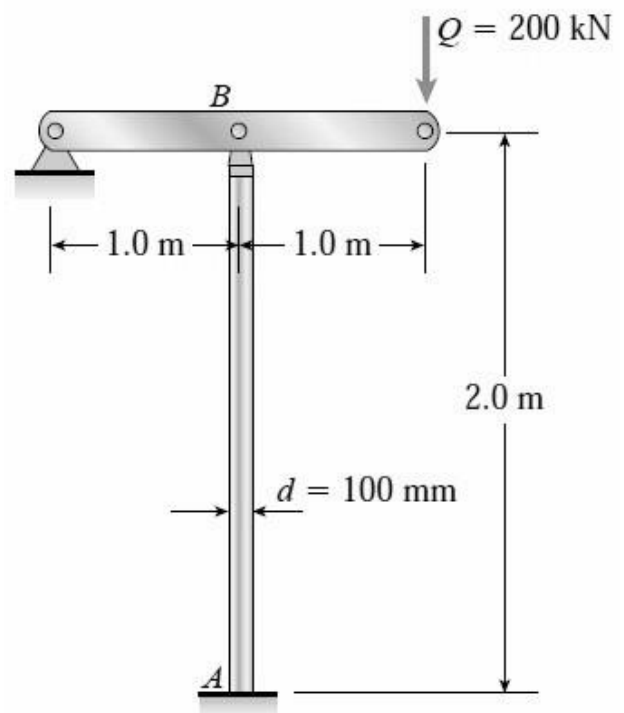

Figura 6.5
6.1.7 A coluna longa de alumínio AB da Figura 6.5 suporta uma barra que está sujeita a uma força Q . Verifique a resistência da coluna. $E=200 \text{ GPa}$ e $\sigma_c=250 \text{ MPa}$.